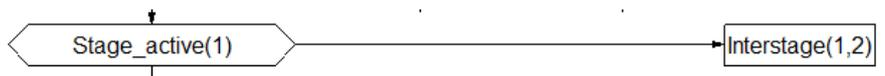

Figura 19
43. Então ligaremos os itens através das linhas. Clique no sétimo item a esquerda **Line** . Clique com o botão esquerdo em **Stage\_active(1)**, e clique com o botão direito em **Interstage(1,2)**. Deve se assemelhar a figura 19 o resultado encontrado.